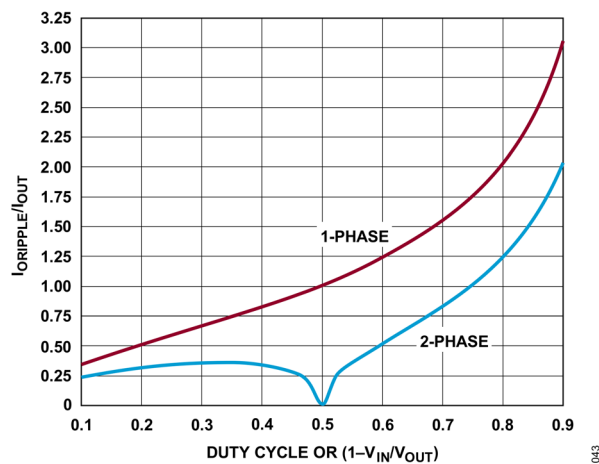

図 43. 昇圧コンバータの正規化された出力コンデンサ・リプル電流（実効値）
2 相構成の場合、式 14 に示す出力コンデンサのリプル電流要件は、図 43 に示すように低減できます。図 43 は、正規化された出力コンデンサ・リプル電流を、2 相構成のデューティ・サイクルの関数として表したもので、比較のため単相構成の場合についても示しています。2 相構成での出力コンデンサのリプル電流定格を選択するには、次の手順に従います。
2. 図 43 に示すように、最も厳しい最大正規化リプル電流を最大負荷電流のパーセンテージとして選択します。